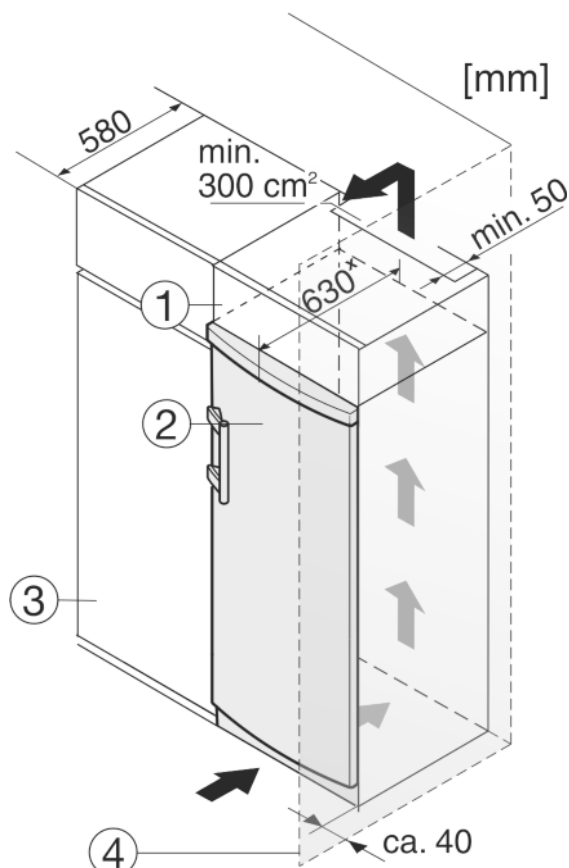

Fig. 10
- (1) Nástavná skřínka
- (2) Přístroj
- (3) Kuchyňská skřín
- (4) Stěna
Přístroj lze zabudovat do kuchyňských skříní. K vyrovnání přístroje Fig. 10 (2) na výšku kuchyňské linky lze na přístroj nasadit nástavec Fig. 10 (1).
Při montáži do kuchyňských skříní (hloubka max. 580 mm) lze přístroj instalovat hned vedle kuchyňské skříně Fig. 10 (3). Přístroj přesahuje přední stěnu kuchyňské skříně na stranách o 34 mm * a uprostřed o 50 mm *.
Když se přístroj instaluje závěsy vedle stěny Fig. 10 (4), musí být vzdálenost přístroje od stěny alespoň 40 mm. To odpovídá přesahu madla při otevřených dveřích.